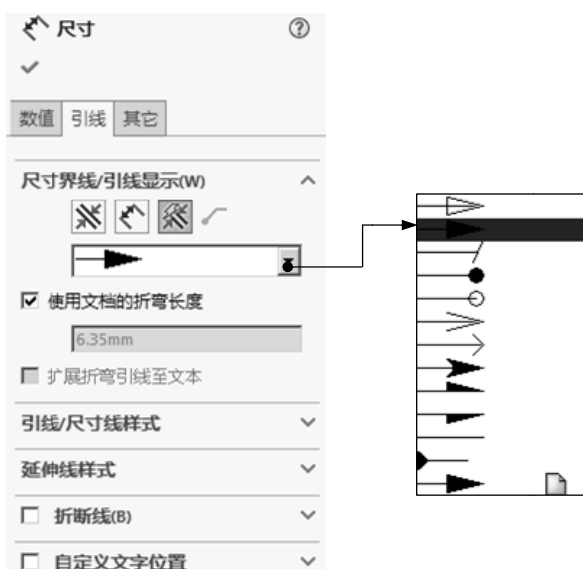

图 6.3.78 “尺寸”对话框
Step4. 选取尺寸样式。在 **尺寸界线/引线显示(W)** 区域的下拉列表选取“实心箭头”尺寸样式, 其他参数接受系统默认设置值, 此时“尺寸”对话框如图 6.3.78 所示。